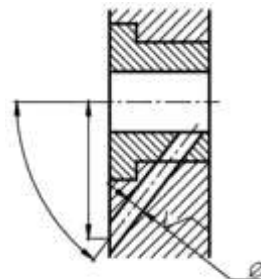

Рис. 10.9
- размеры и другие параметры, выполняемые или контролируемые по данному чертежу (например, размеры на рис. 10.9);